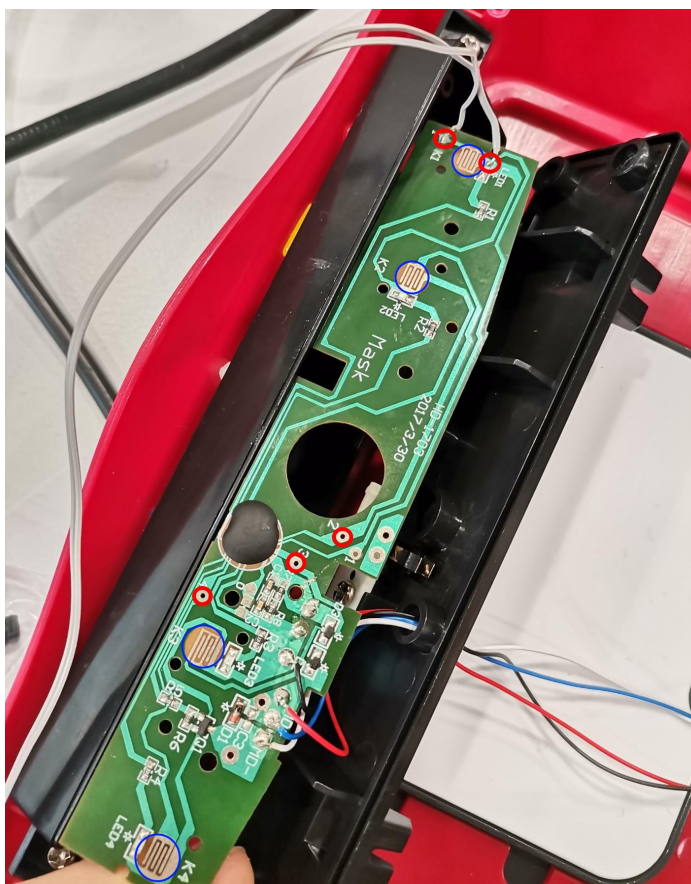

Figura 2 - Placa PCB do brinquedo onde estão feitas todas as ligações
2. Fazer as ligações dos fios à placa PCB como mostra na figura 2 e colocar solda para os contactos não se desfazerem. Recomenda-se que se pesquise técnica de soldadura, caso seja inexperiente.